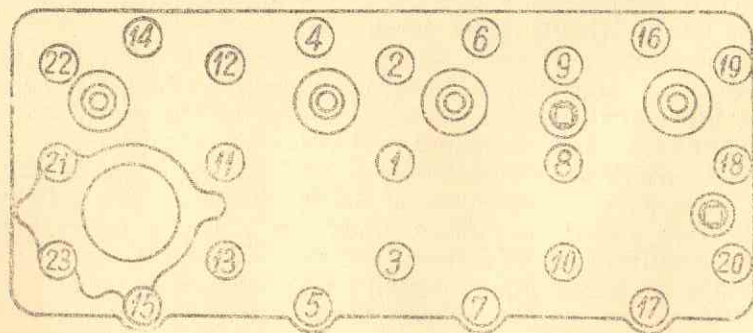

Рис. 4. Порядок подтяжки гаек головки цилиндров
1. Подтянуть гайки крепления головки блока двигателя, соблюдая порядок подтяжки, указанный на рис. 4. Эту операцию надо делать специальным ключом, прилагаемым к автомобилю, без рывков и только на холодном двигателе. Следует остерегаться перетяжки гаек, так как это может вызвать обрыв шпилек.